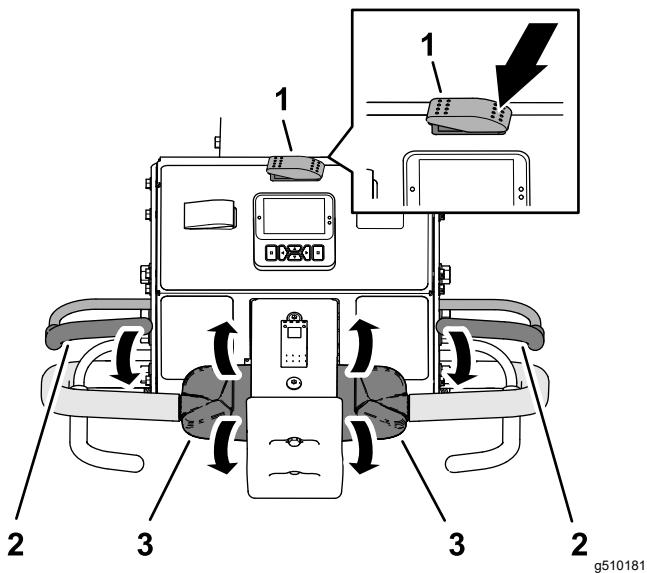

Bild 76
3. Drücken Sie die linke Seite des Transport-/Aerifizierschalters auf die TRANSPORT-Stellung (**Bild 76**).
5. Fassen Sie den linken oder rechten Lenker und den Schaltbügel (**Bild 76**), und drücken Sie den Schaltbügel an den Lenker.